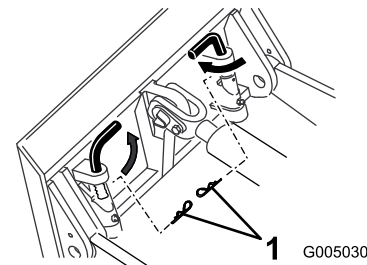

Figure 9
- Sur certains des anciens modèles de groupes de déplacement, le ressort et les goupilles de fixation rapide de la plaque de montage (Figure 9) sont munis de trous permettant la mise en place de goupilles fendues lorsque vous utilisez l'enfouisseuse sur de longues distances. Cela évitera que les vibrations de l'enfouisseuse ne fassent sortir les goupilles.